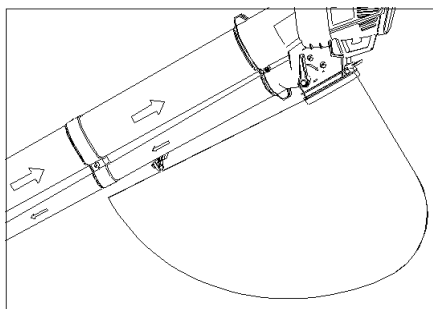
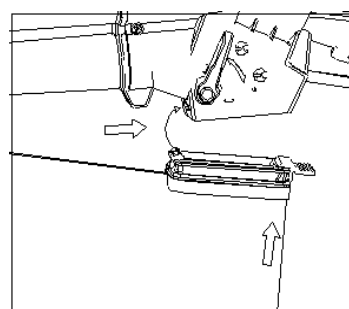

Fig. 7
Fig. 8
3. Mise en place du sac de collecte des débris (Fig.7 et Fig. 8)
Maintenez le crochet du sac de collecte sur le tube (voir Fig. 7), puis positionnez le support du sac de collecte des débris pour insérer le tube courbe (voir Fig. 8)
Sélectionnez la fonction souffleur avec le levier sélecteur situé sur le côté de la machine (fig. 7), puis mettez-le en marche. Faites reposer l'appareil sur ses roulettes et déplacez-le vers l'avant en dirigeant l'extrémité de son tube vers les débris à enlever.
Avant de commencer, inspectez la zone à nettoyer. Enlevez tous les débris et objets susceptibles d'être projetés, de se coincer ou de s'emmêler dans l'aspirateur/souffleur. Sélectionnez la fonction aspirateur avec le levier sélecteur situé sur le côté de la machine (Fig. 7), puis mettez-la en marche. Faites reposer l'appareil sur ses roulettes et déplacez-le vers l'avant en dirigeant l'extrémité de son tube vers les débris à aspirer. Vous pouvez également maintenir l'extrémité du tube juste au-dessus du sol et la balancer d'un côté à l'autre tout en avançant et en la dirigeant vers les débris à aspirer. N'enfoncez pas l'extrémité du tube dans des débris, car cela risque de boucher le tube d'aspiration et de réduire l'efficacité de l'appareil.